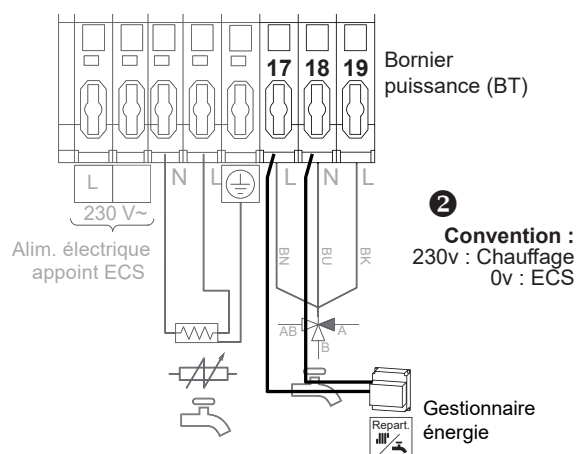

fig. 40 - Exemple de raccordement (comptage énergie)
- 2 Si la convention de comptage est : 230V pour chauffage et 0V pour ECS, raccorder l'appareil de comptage sur les bornes 17 (noir) et 18 (blanc) (fig. 40).